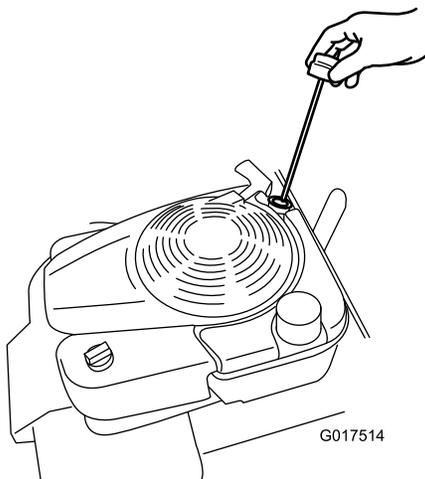

Рисунок 6
2. Извлеките щуп, повернув крышку против часовой стрелки и вытянув ее (Рисунок 6).